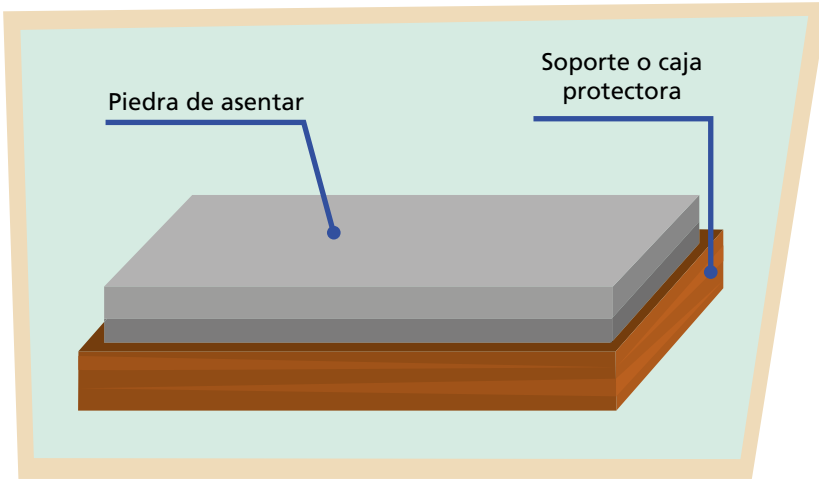

Fig. 6.26 Caja protectora para la piedra de asentar
- Confecciona una pequeña caja protectora (fig. 6.26) para la piedra de asentar.